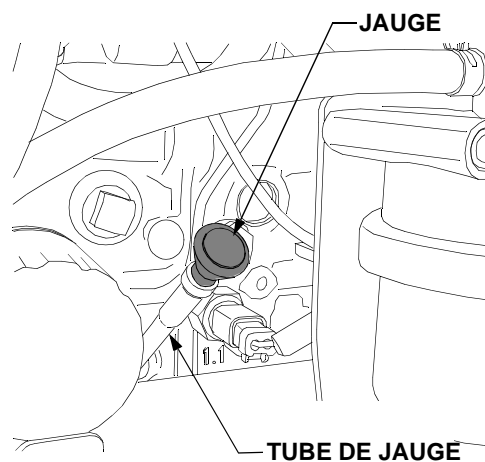
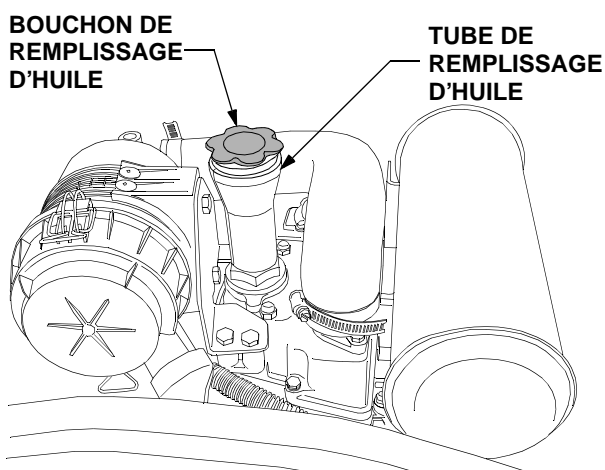

Figure 51
Figure 53
- Ne vérifiez le niveau d'huile qu'après avoir arrêté le moteur et amené le tracteur sur une surface plane. Nettoyez le pourtour de la jauge d'huile pour empêcher des débris de pénétrer dans le carter. Voir la Figure 51.
- Nettoyez le pourtour du filtre à huile, du bouchon de remplissage et du tube de la jauge, ceci pour empêcher des débris de pénétrer dans le carter du moteur. Voir la Figure 53.
- Du moteur, retirez la jauge et le bouchon de remplissage. Voir la Figure 51 et Figure 53.